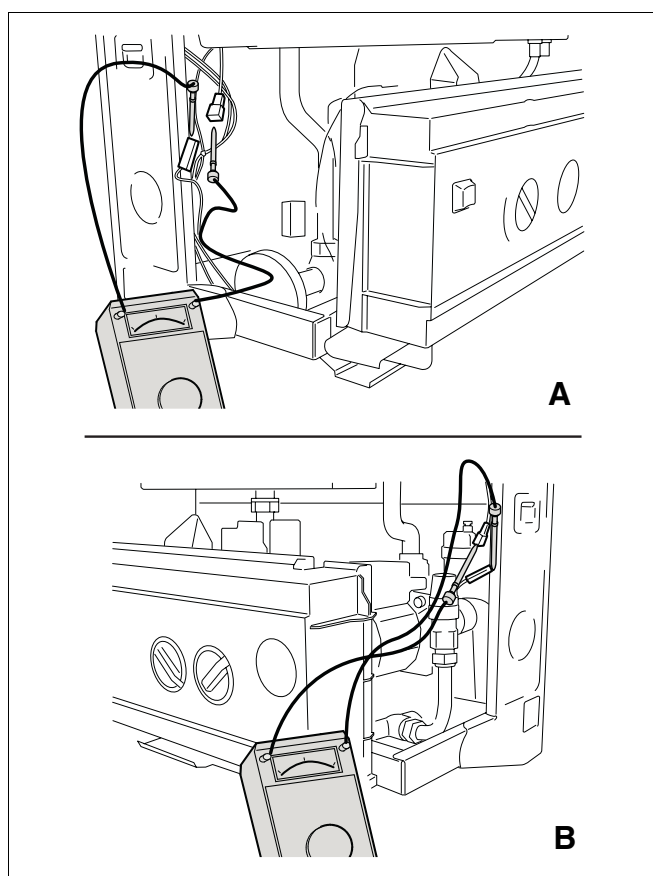

Fig. 20 Misurare la corrente di ionizzazione
- Allentare il collegamento ad innesto del cavo verso l'elettrodo di ionizzazione ed inserirvi l'amperometro. Selezionare sull'apparecchio di misura la gamma μA (DC) (fig. 20).